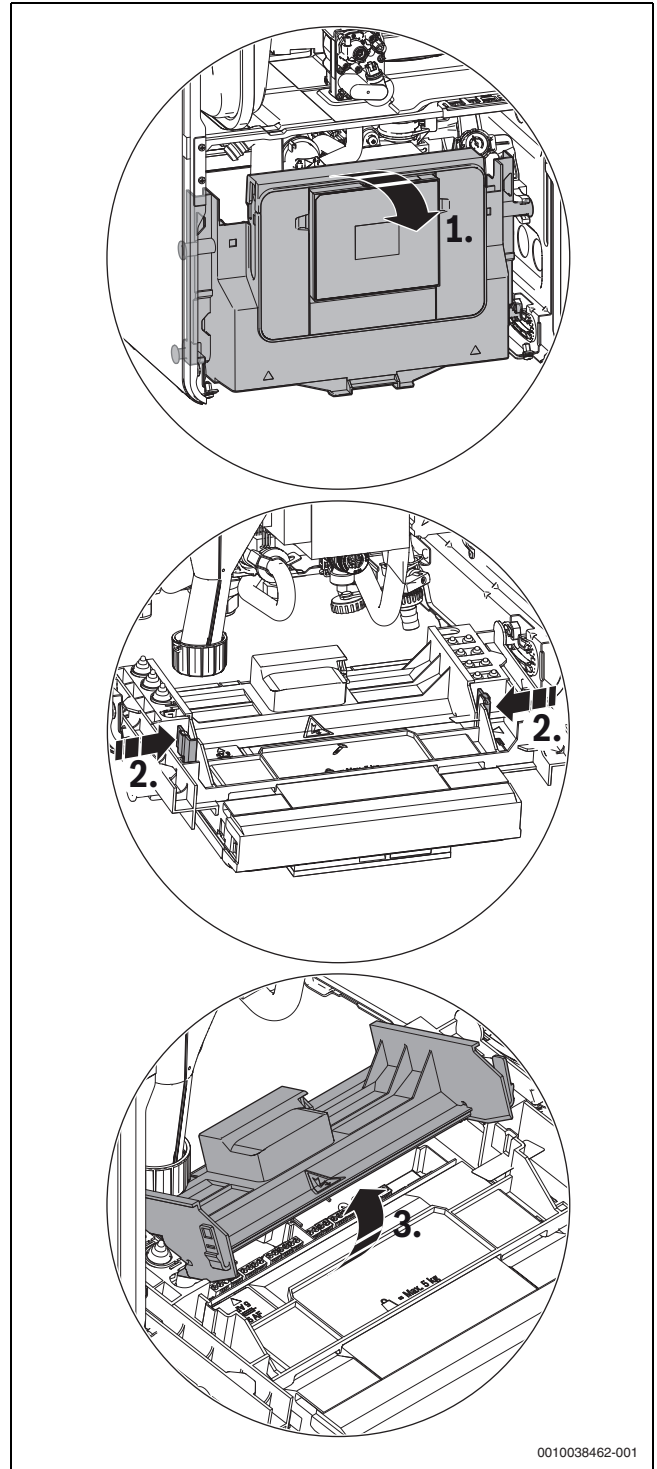

Bild 44 Abdeckung aufklappen
- ▶ Steuergerät nach unten klappen (→ Bild 44).